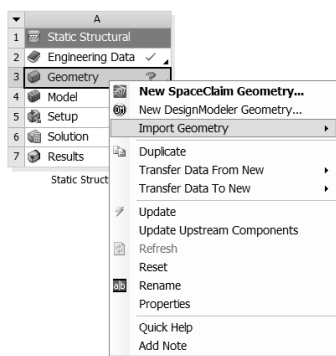

图 5-89 导入几何体
Step1 : 在 A3 Geometry 上右击, 在弹出的快捷菜单中选择 Import Geometry Browse 命令, 如图 5-89 所示, 此时会弹出“打开”对话框。